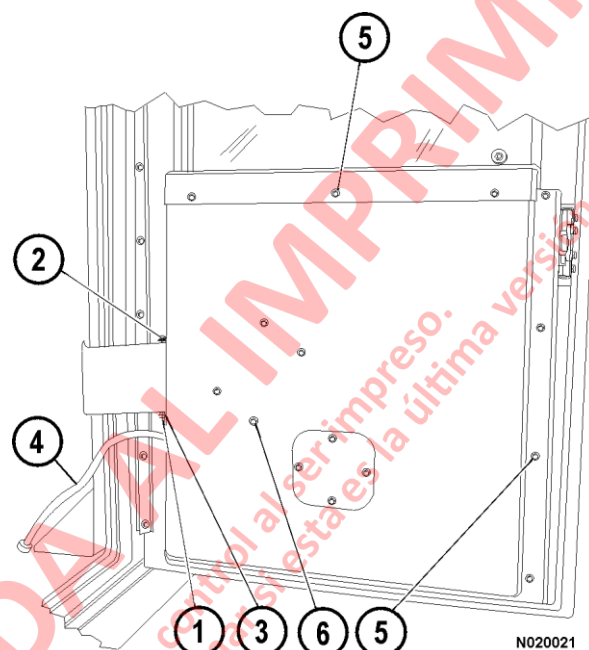

FIGURA 2-6.
- Saque el sujetador de horquilla (1, Figura 2-6) y el perno (2) de la banda de retención de la puerta más cercano a la puerta.
- Saque dos pernos (3), que aseguran el soporte de la banda de la puerta a la puerta.
- Desconecte el arnés de cableado (4) del regulador de la ventana.
- Antes de sacar todos los pernos de montaje del panel de la puerta, apoye el panel para evitar que se caiga el conjunto. Saque 15 pernos de montaje (5).
1. Retire el sujetador de horquilla (1, Figura 2-6) y el perno (2) de la banda de retención más cercana a la puerta..
22. Levante el panel interior de la puerta, el regulador de la ventana y el vidrio para alinear los orificios en el panel con los orificios en el marco de la puerta. Instale los tornillos del panel puerta (5, figura 2-6) que sujetan el panel en el marco de la puerta.
23. Conecte el arnés del regulador (4) al piso de la cabina.
24. Alinee la abertura de la correa de la verificación de puerta (3) con los orificios en el soporte e instale el pasador de correa (2). Instale el pasador de pelo (1).